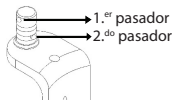

Figura 11
- Las hojas retractoras** tienen una conexión de "doble fijación" que permite que la hoja permanezca fija o gire. Para unir la **hoja retractora** al **sopORTE para hojas** (como el AL-0105), inserte la **hoja retractora** a través de la conexión del **sopORTE para hojas** de modo que el primer pasador del conector pueda pasar a través de la ranura del **sopORTE para hojas**. (Figura 11)